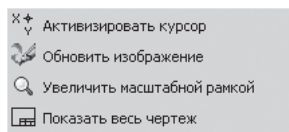

Рис. 3.59. Выпадающее меню после щелчка по первой кнопке
- первая кнопка  вызывает выпадающее меню, изображенное на рис. 3.59;